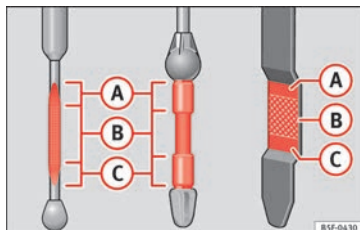

Fig. 241 Varilla de medición del nivel de aceite.
– A continuación, vuelva a extraerla y compruebe el nivel de aceite » **fig. 241**. En caso necesario, reponga aceite del motor.